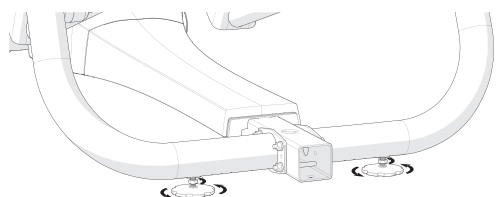

Рисунок 21
3. Настройте высоту каждой регулируемой опоры как указано ниже (см. рисунок 21):